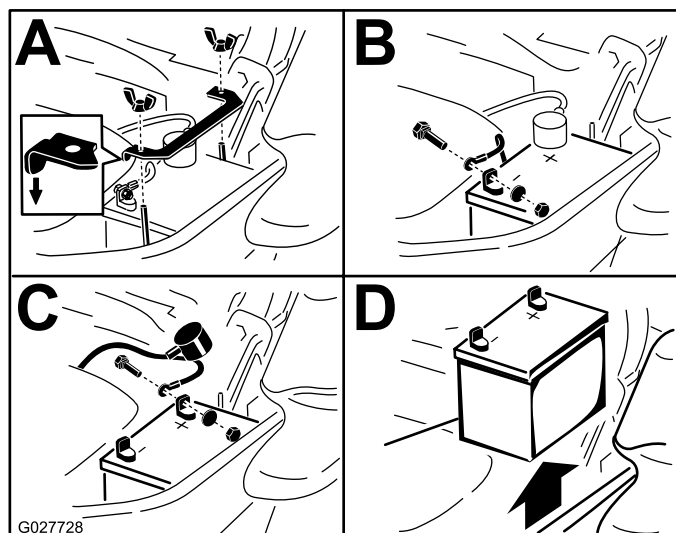

Figura 61
3. Scollegate prima il cavo negativo della batteria (nero) dal morsetto negativo (-)(nero) della batteria (Figura 61).
4. Sfilate la guaina rossa dal morsetto positivo (rosso) della batteria e togliete il cavo positivo (+)(rosso) della batteria (Figura 61).
5. Togliete il dado ad alette che fissa la fascetta della batteria (Figura 61).
6. Togliete la fascetta (Figura 61).
1. Posizionate la batteria nel vassoio, con i poli in posizione opposta al serbatoio idraulico (Figura 61).
4. Fissate i cavi con 2 bulloni, 2 rondelle e 2 dadi di bloccaggio (Figura 61).
6. Montate la fascetta e fissatela con il dado ad alette (Figura 61).